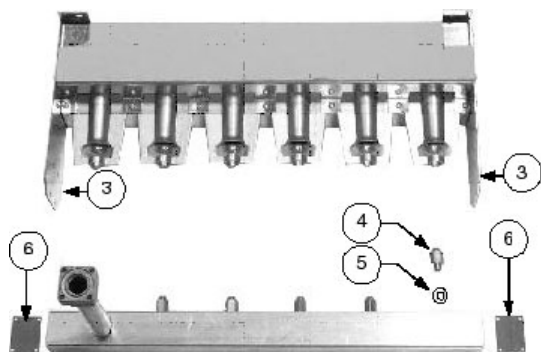
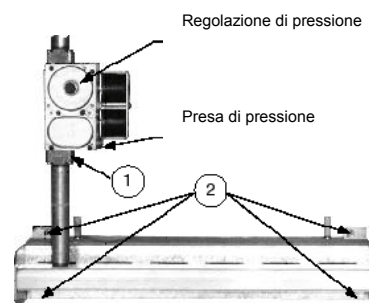

fig.7
fig.8
3. Liberare il bruciatore multitorcia scollegandolo dalla valvola gas (in fig.8 vedi punto 1) e togliendo le quattro viti (in fig.8 vedi punti 2) che ne permettono l'ancoraggio (in fig.7 vedi punti 3).
5. Avvitare i nuovi ugelli (in fig.7 vedi 4) sostituendo le relative guarnizioni metalliche (in fig. 7 vedi punto 5)
6. Rimontare la rampa-gas sostituendo le guarnizioni sulle testate del collettore (in fig.7 vedi punto 6) e verificare la stagnezza.